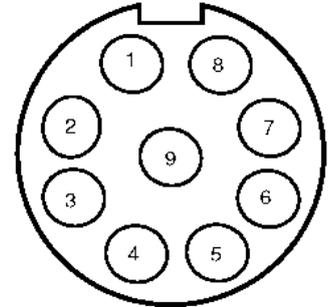

Abbildung 2: Anschluss TMA-296 LV/MV/HV*
- ABBILDUNG 2: ANSCHLUSS TMA-296 HV* WEIPU SP2112/P7 6